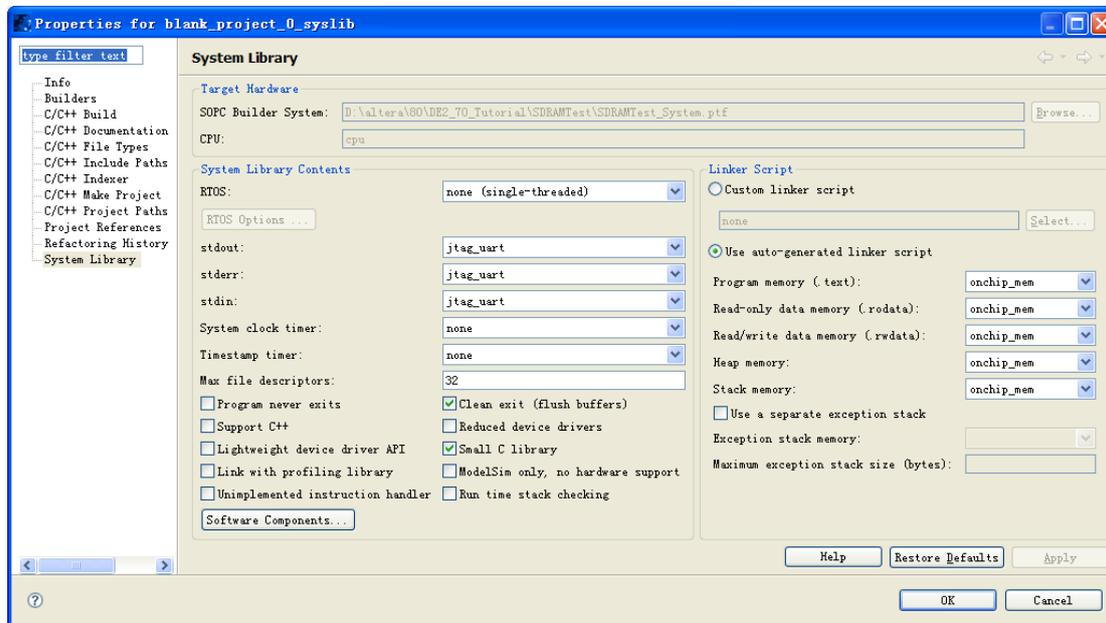

图 10-11 System Library 配置
23. 配置 System Library Properties。去掉 Support C++，勾选 Small C library，确认右边使用的是 onchip_mem，没有使用两块 SDRAM，输入输出使用 jtag_uart，如图 10-11 所示。